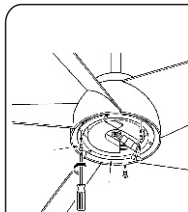

Fig.18
Paso 1. Se desmontaron tres tornillos del tablero de luces y se guardaron para su uso futuro. (Fig.18)